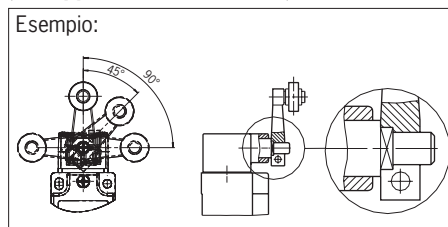

Figura 2: Regolazione verticale dell'azionatore
- ▶ L'azionatore (leva girevole) deve essere fissato con accoppiamento meccanico. Gli elementi plurilaterali sull'azionatore e sull'albero motore devono far presa uno con l'altro (vedi Figura 2).